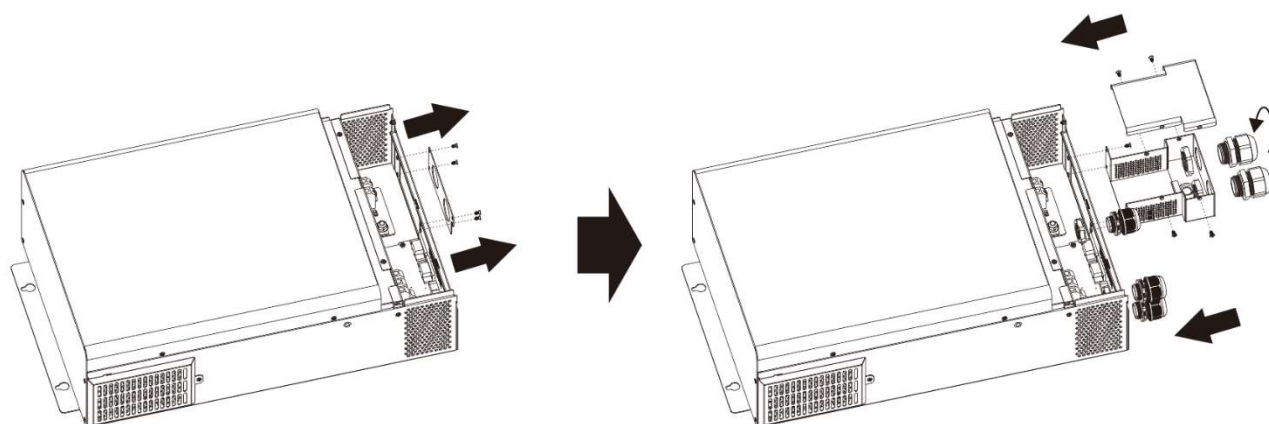

Fig. 3: Instalación de glándulas de cable y caja de extensión de cableado de batería
La instalación de la caja de extensión del cableado de la batería es necesaria para la conformidad UL. Si no se requiere la conformidad UL en su región, es suficiente instalar solo los conectores de cable (**Fig. 3**) que se muestran a continuación.
1. Retire la placa frontal quitando los 4 tornillos (**Fig. 3**, izquierda).
2. Ensamble la caja de extensión del cableado de la batería y móntela en lugar de la placa frontal (**Fig. 3**, derecha) con tornillos.
3. Instale las 5 glándulas de cable incluidos (**Fig. 3**, derecha).